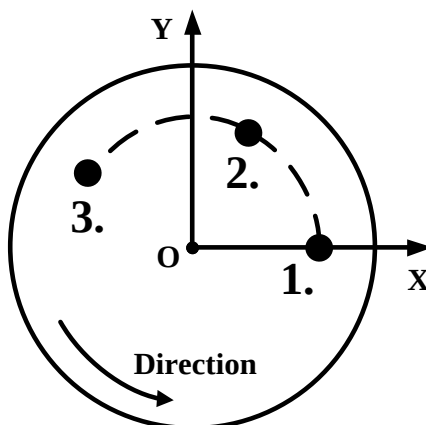

图 2-4
(1) 如图 2-4 所示, 在静止的传送带上选定基准点 1, 点动机器人使 TCP 与点 1 重合, 点击【示教】进入下一步;
(2) 开启传送带旋转一定角度后停止传送带, 此时基准点在位置 2 处, 点动机器人使 TCP 与点 2 重合, 点击【示教】进入下一步;
(3) 开启传送带再旋转一定角度后停止传送带, 此时基准点在位置 3 处, 点动机器人使 TCP 与点 3 重合, 点击【示教】进入下一步;
(4) 点击【确认】, 完成标定。